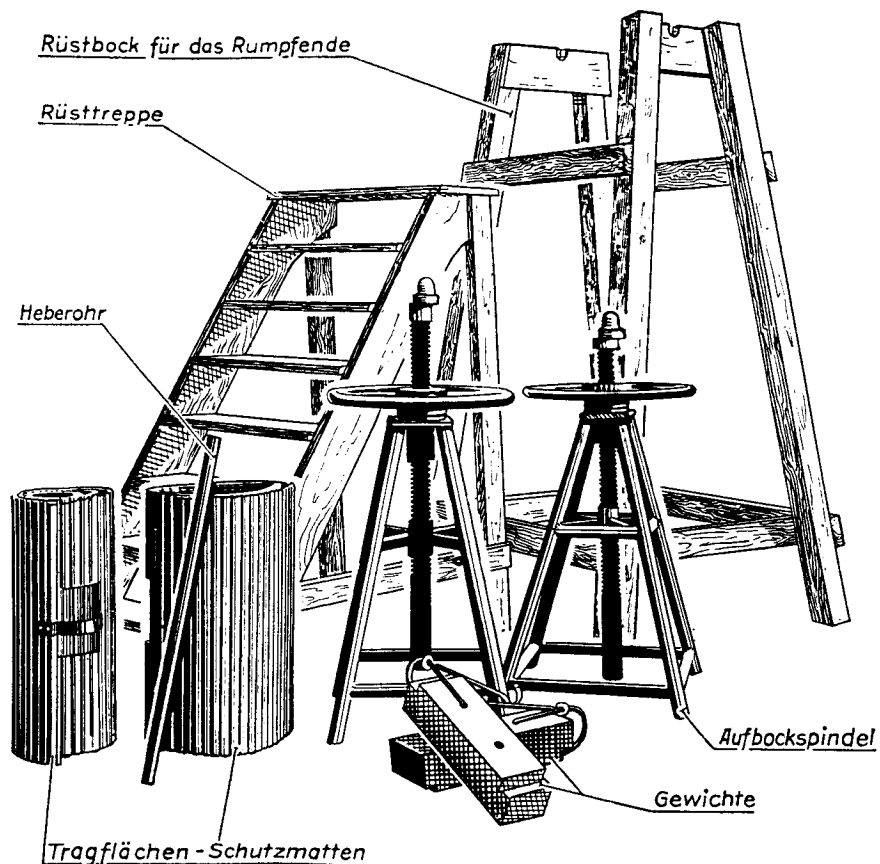

Abb. 37: Aufbockgeräte.
a) Das Aufbocken des Flugzeuges: Aufbockgerät (als Beispiel) siehe Abb. 37.